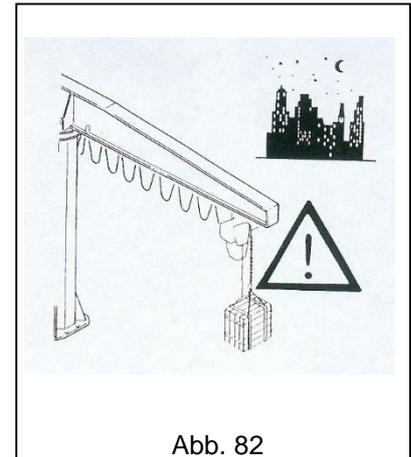

Abb. 82
- **NIEMALS** eine hängende Last unbeaufsichtigt lassen (Abb. 82).